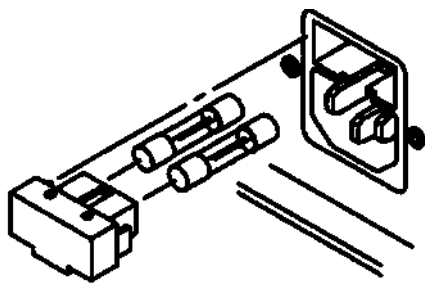

Рисунок 28 – Замена предохранителя
5. Установите два новых предохранителя в держатель предохранителей (рис. 28).